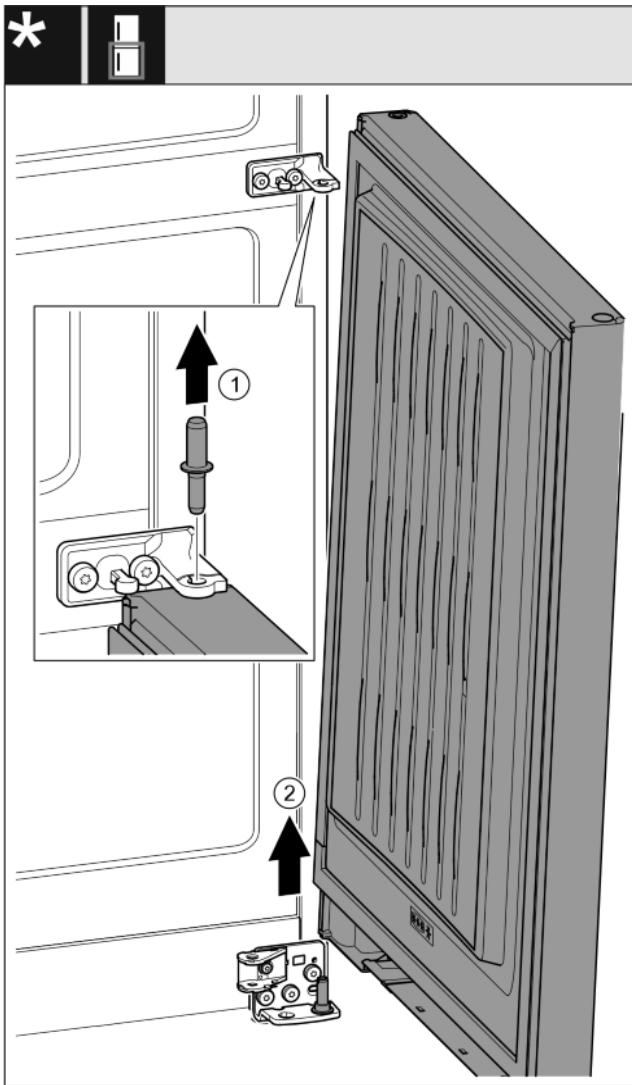

Fig. 19*
- Izvucite svornjake prema gore.* Fig. 19 (1)
- Podignite vrata, povucite ih prema gore i stavite ih na stranu.* Fig. 19 (2)